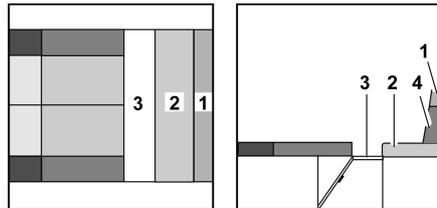
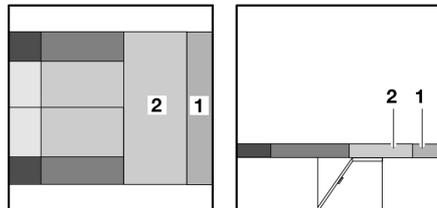

Bild 126 Während des Umbaus
Bild 127 Nach dem Umbau
- Lattenrost (Bild 126,3) ausziehen.
- Das Sitzpolster (Bild 127,2) zur Mittelsitzgruppe ziehen.
- Das Zusatzpolster (Bild 127,1) vom Rückenpolster (Bild 126,4) abziehen. Das Zusatzpolster ist am Rückenpolster mit Klettband befestigt und kann leicht abgetrennt werden.